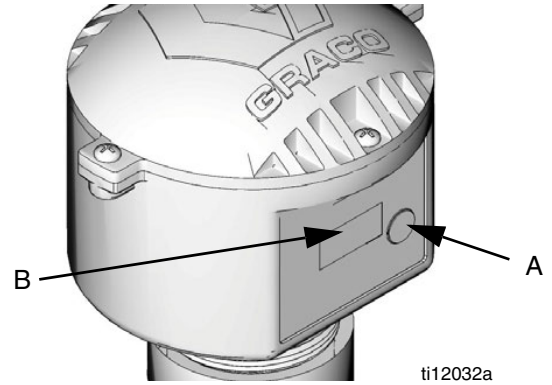

FIG. 4
2. Pulse y mantenga pulsado el botón Mostrar (A, FIG. 4) hasta que la pantalla (B) muestre "Modo de registro".
Véase FIG. 4 para consultar mensaje en pantalla que verá durante el modo de registro.